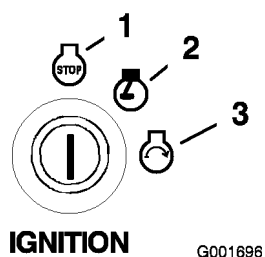

Figure 16
6. Tournez la clé de contact en position de démarrage. Relâchez la clé quand le moteur démarre (Figure 16).
4. Tournez la clé de contact à la position contact coupé et retirez-la (Figure 16).